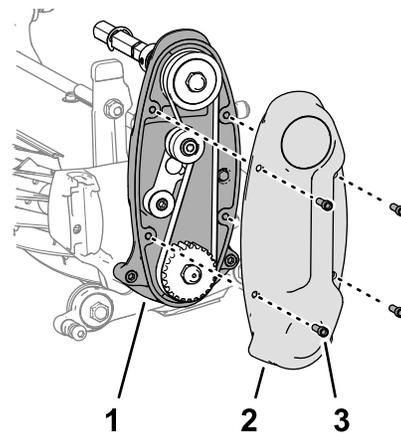

Figura 18
5. Monte a cobertura na estrutura da transmissão do cilindro (Figura 18) com os quatro parafusos de cabeça flangeada (1/4 pol. x 3/4 pol.).